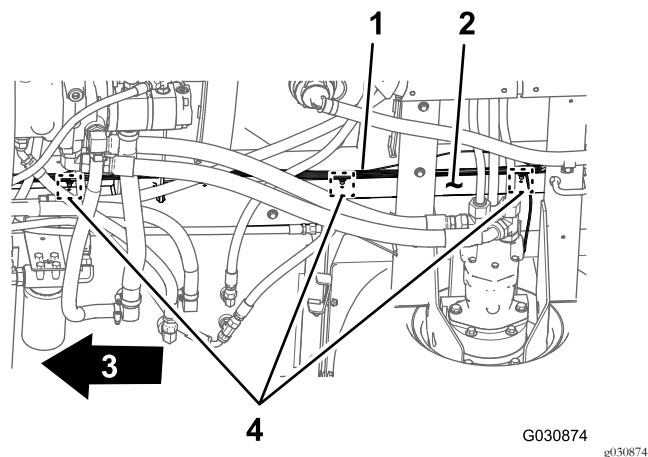

Figura 20
3. Rimuovete i 3 dispositivi di fissaggio a spinta del cablaggio preassemblato che fissano il cablaggio nei fori nel tubo del telaio di destra della macchina (Figura 20).